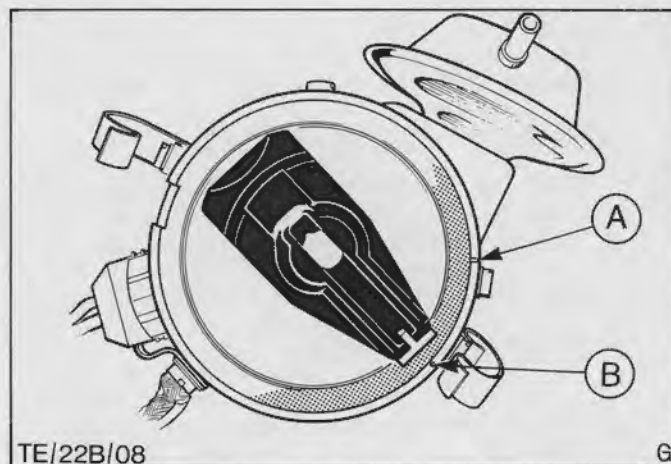
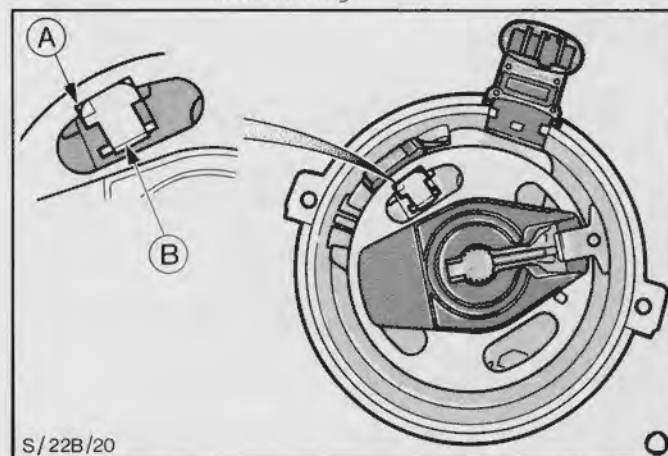

Fig.25. Bosch V6 indstillingsmærker
Fig.26. Lucas 'Hall' strømfordeler indstilling - følerstator skal stå ud for knaststykkets udskæring
4. Tørn motoren manuelt, så cyl. nr. 1 kommer i fortændingsstilling, og kontroller det ved at bemærke rotorens stilling. På Bosch V6 og OHC skal den pege mod den ridsede linie i fordeleddækslet, A i Fig.25. På Lucas 'Hall' fordeleddækslet skal knaststykkets udskæring være ud for følerstator, Fig.26.
Drej akslen, indtil rotoren står ud for kørnerprikken på fordeleddækslet, B i Fig.25.
Drej akslen, indtil udskæringen i knaststykket er ud for følerstator, Fig.26.
Rotoren skal pege mod den ridsede linie i fordelerhuset, A i Fig.25.
Styrevingeudskæringen skal stå ud for følerstator som vist i Fig.26.